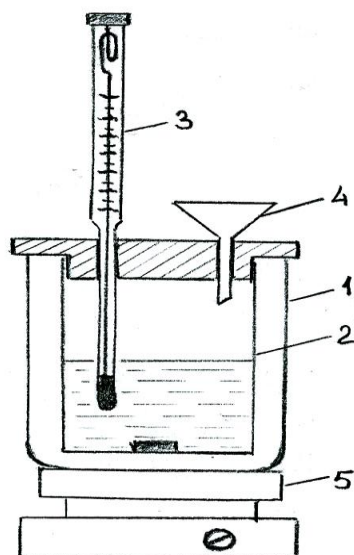

Рисунок 1.1 Калориметр: 1 – внешний сосуд; 2 – стеклянный стакан;
Устройство калориметра. В лабораторной практике применяется простейший тип калориметра с воздушной изотермической оболочкой (рисунок 1.1). Он состоит из внешнего сосуда (1), в который на корковых или пенопластовых пробках ставится стеклянный или пластмассовый стакан (2). Сосуд закрывается крышкой с двумя отверстиями – для термометра Бекмана (3) и воронки (4).
- объем воды должен занимать примерно 2/3 объема стакана (2) (рисунок 1.1);
3. С помощью цилиндра точно отмерить расчетное количество воды в стакан (2) калориметра. Закрывать калориметр крышкой. В отверстие калориметра осторожно вставить термометр Бекмана и закрепить его так, чтобы шарик термометра был полностью погружен в воду, не задевал мешалку и стенок сосуда.